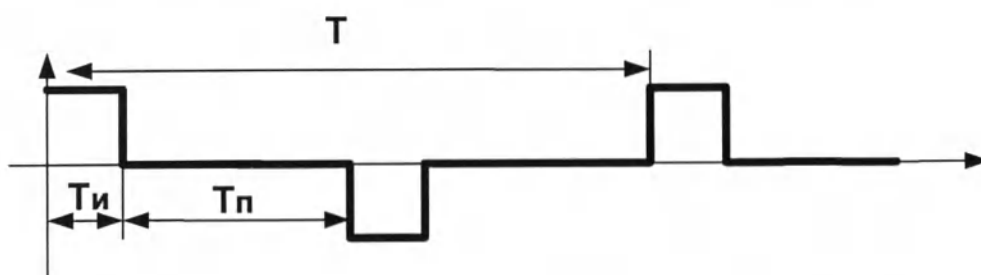

Рисунок 3 – Осциллограмма выходного сигнала аппаратов в режиме 1 где **T**- период следования выходных импульсов;
2.3.4.1 **Режим 1:** вибрация легкого воздействия (см. рисунок 3).
2.3.4.3 **режим 3:** вибрация среднего воздействия (см. рисунок 3).